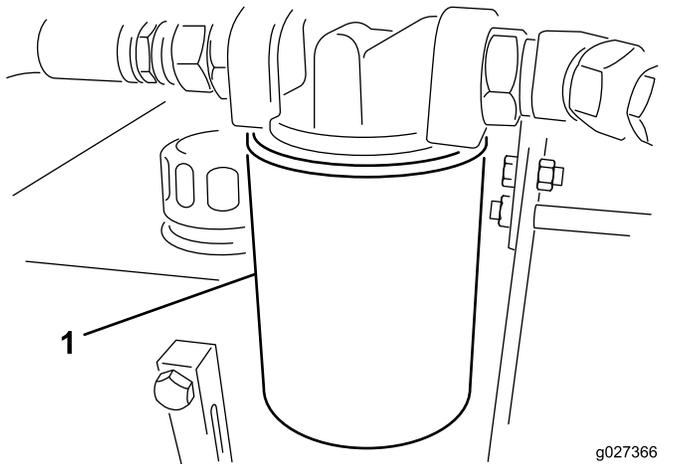

Figura 13
- Coloque um recipiente de escoamento debaixo do filtro e retire o filtro (**Figura 13**).